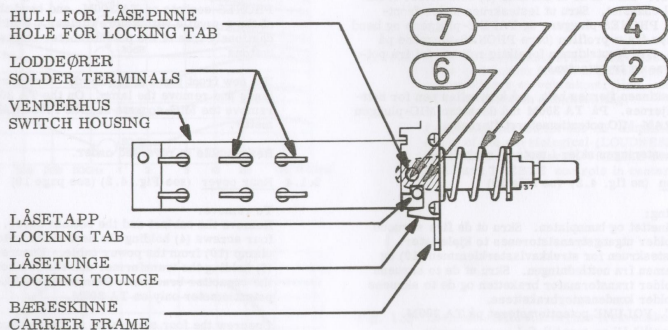

Fig. 2.2 ON-OFF trykktastvender med uavhengig utløsning (Indeks Nr. refererer seg til Fig. 2.3) Part nr. 995037-TA300 Hovedbryter
(se fig. 2.2 og Indeks nr. 20 på fig. 4.3) (se side 20)
2.1.7 **ON-OFF push button switch** (see Fig. 2.2 and Index No. 20 in Fig. 4.3) (see page 20)
**A1 Venderarm, uavhengig utløser (se fig. 2.2)**
**A1 Switch plunger, independent locking (see Fig. 2.2)**
- C2 Venderhus med loddeører (se fig. 2.2)
Fjern vendararmen (1) ifølge punkt A4. Rett ut låsetungen (se fig. 2.2) på bæreskinnen til venstre for venderhuset. Venderen kan dermed fjernes.
- C2 Switch housing with solder tags (see Fig. 2.2)